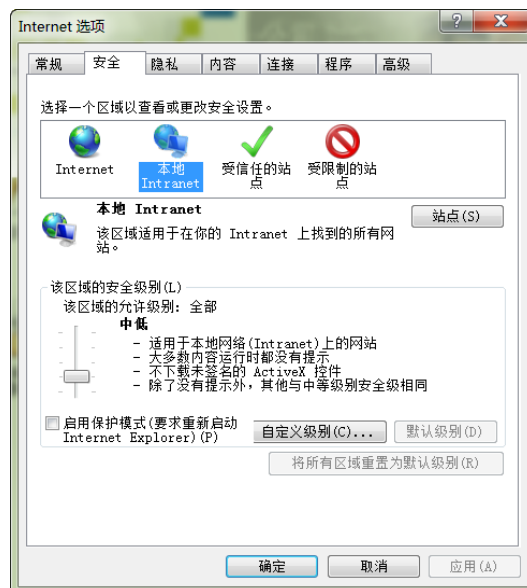
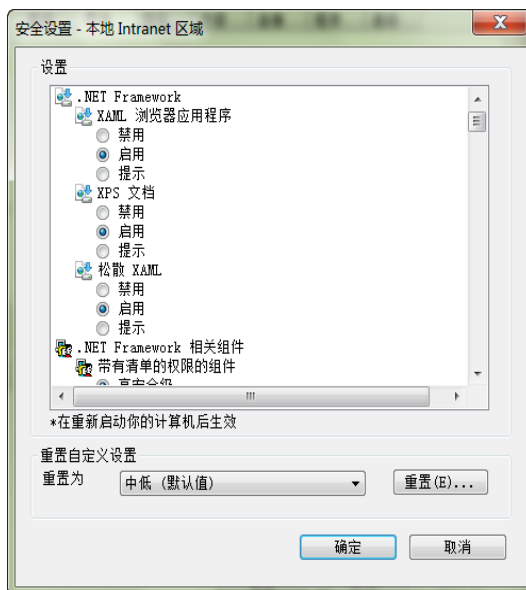

图3-4 安全设置 1
图3-5 安全设置 2
1. 双击 IE 图标运行该软件，点击菜单**工具**→**Internet 选项**，然后选择**安全**页签，弹出如图 3-4 所示页面。
2. 如图 3-4 所示，选择本地 Intranet，点击自定义级别 (C)，弹出如图 3-5 所示对话框。
3. 如图 3-5 所示，将自定义设置选为安全性-中低，并点击**重置 (E)** 按钮结束重置自定义设置。